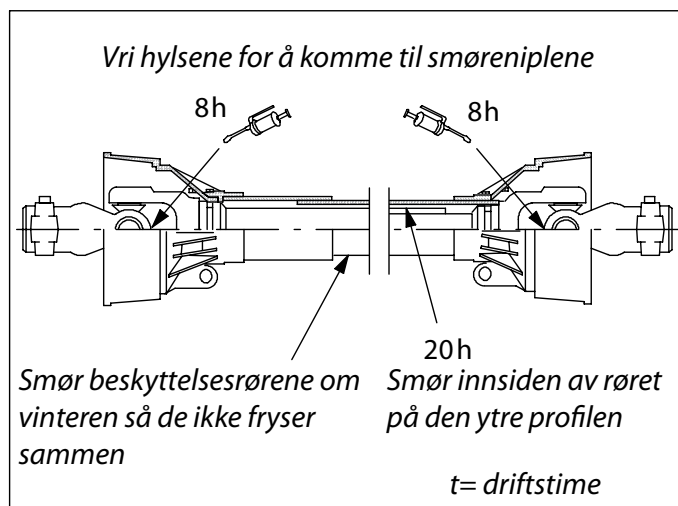

Fig. 15 Kraftoverføringsakslingens smørepunkter og intervaller
- Smør kraftoverføringsakselen regelmessig og før hver gang flishoggeren skal brukes. (Se fig 15).